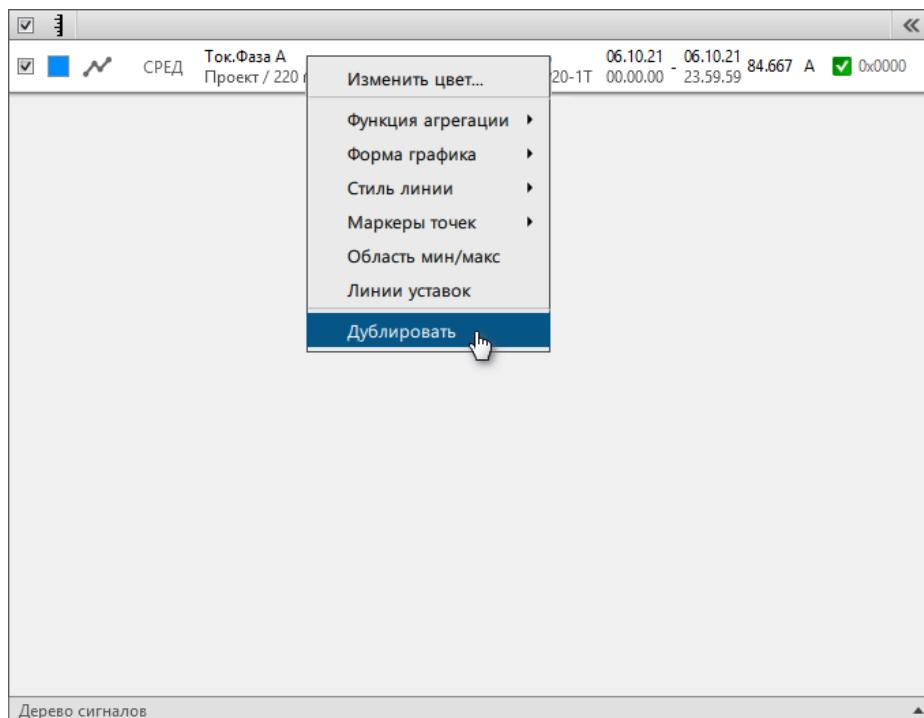

Рисунок 108 - Команда «Дублировать»
5. Нажмите ПКМ по сигналу и выберите команду **Дублировать** (Рисунок 108).